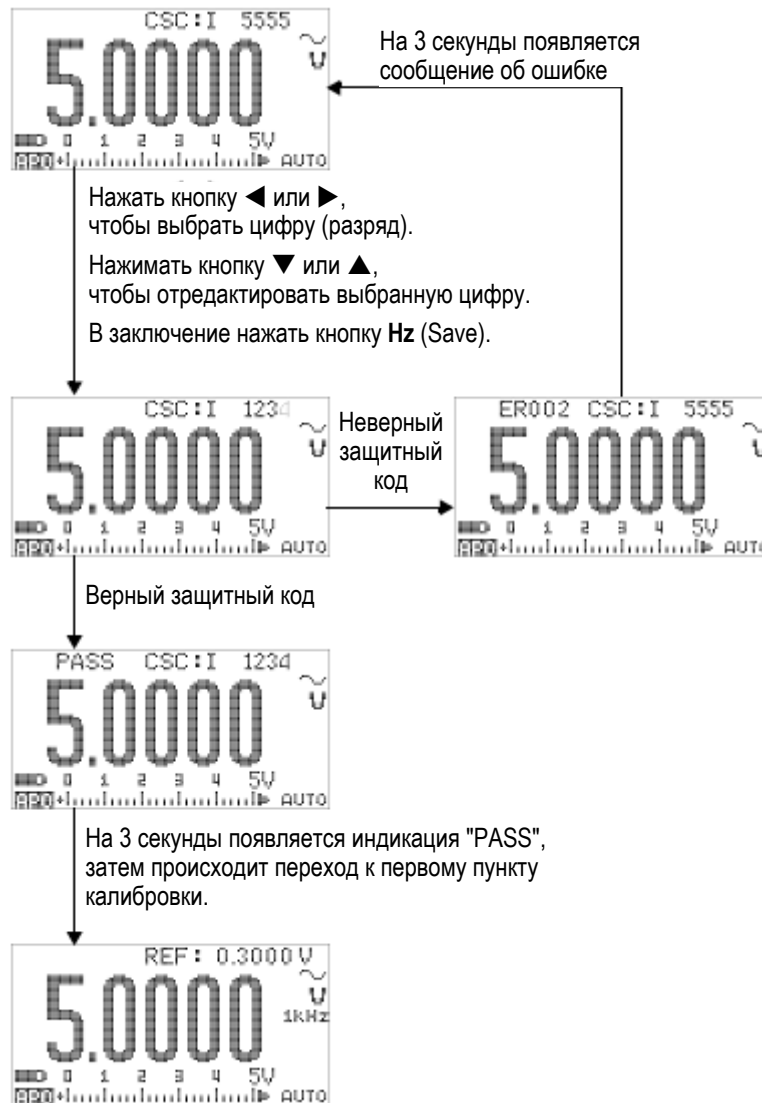

Рис. 6-4 Разблокировка прибора для калибровки
8. Если вы введете неправильный код, то вместо этого появится на три секунды индикация кода ошибки, после чего прибор вернется в режим установки защитного кода калибровки (см. рис. 6-4).